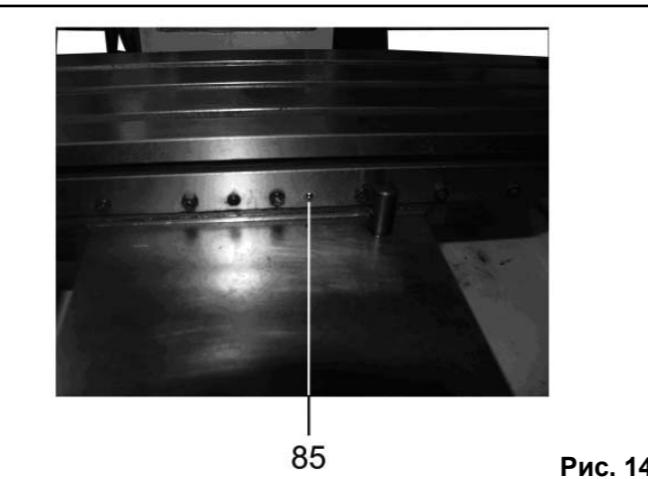

Рис. 14
13.1.5. Перед началом работы и после окончания рекомендуется добавить несколько капель масла в маслёнки (85), Рис. 14, всех узлов, снабжённых ими.